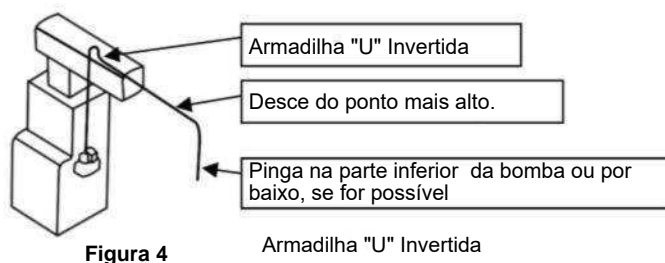

Figura 4
1. Encaminhe as mangueiras ou tubos do dreno do evaporador até uma das três entradas da bomba. Certifique-se de que a entrada do tubo está inclinada para baixo para permitir que a gravidade atue (Figura 4). Estenda o tubo de entrada, entre 1 a 3 polegadas, até ao depósito para garantir que não interfere com a drenagem indicada.